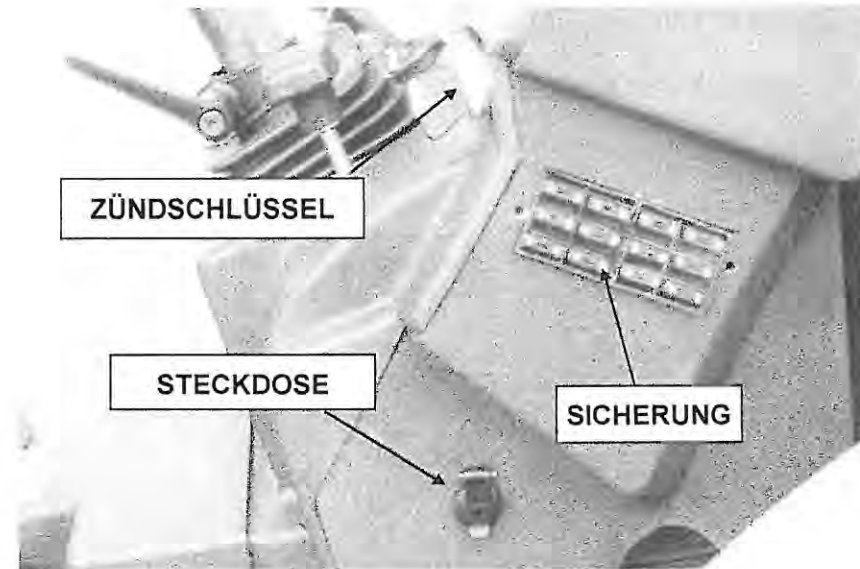

Abb. 27
**SICHERUNGEN (Abb. 27)**
**ANSCHLUSSTECKDOSE AUF DEM ARMATURENBRETT (Abb.27)**